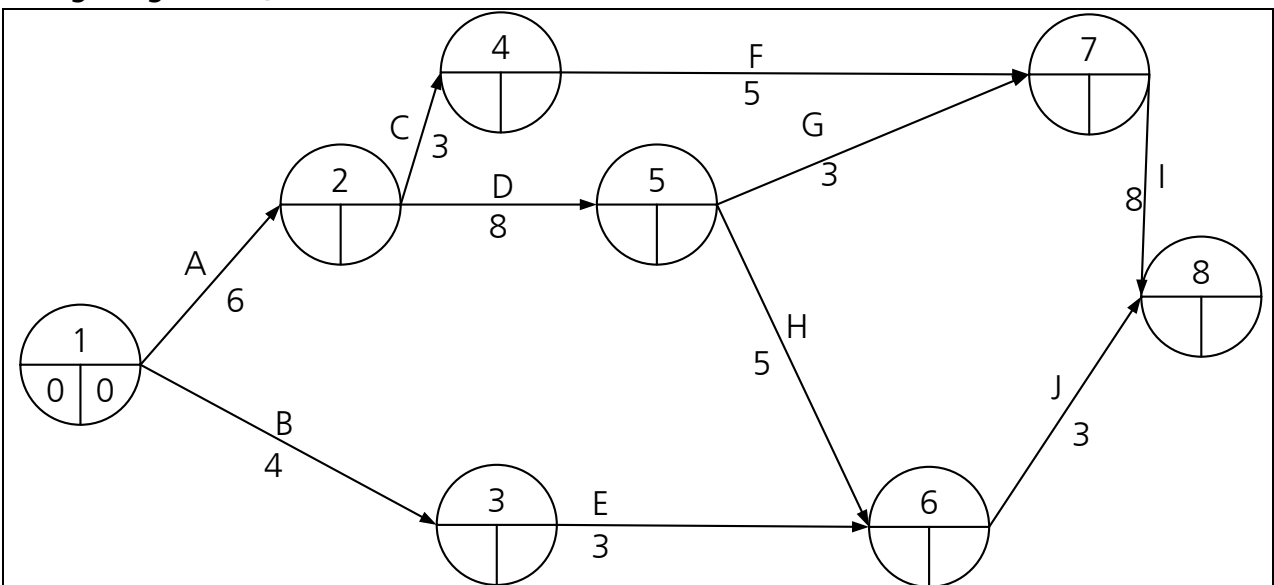

Abbildung 2: CPM-Netzplan
- b) Vervollständigen Sie den CPM-Netzplan in Abbildung 2, indem Sie zunächst die fehlenden Vorgänger-Nachfolger-Beziehungen ergänzen. Verwenden Sie dabei möglichst wenige Scheinvorgänge. Berechnen Sie anschließend die frühesten (FT) und spätesten (ST) Eintrittszeitpunkte der Ereignisse und tragen Sie diese in die Abbildung ein. **17 Punkte**